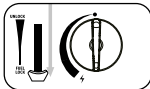
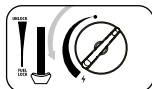

Fig. 3
Fig. 4
3. Presionar la palanca del cartucho (1) hacia abajo (fig. 3) y cerrar la tapa del cartucho.
4. Si se oye un ruido parecido a un silbido, significa que el cartucho no está bien colocado. No intentar encender el aparato, pero mover la palanca (6) a la posición "UNLOCK" y repetir los pasos del 1 al 4.
5. Girar la rueda (8) completamente a la posición de encendido hasta que haga clic (fig. 4). Repetir esta acción hasta que el quemador se encienda.